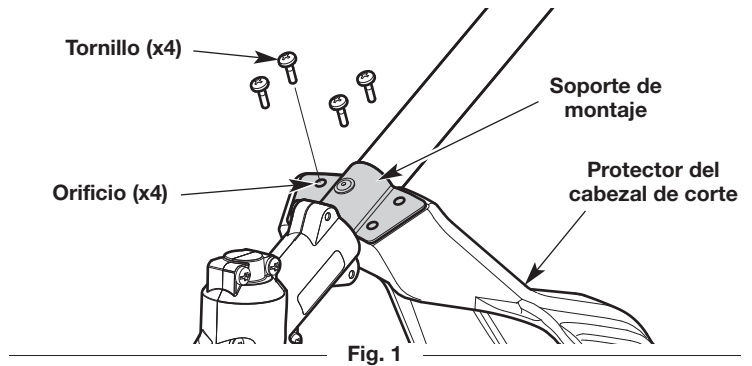

Fig. 1
1. Ubique el protector del cabezal de corte bajo el soporte de montaje (Fig. 1). Se deben alinear los orificios del protector del cabezal de corte con los orificios del soporte de montaje. (Fig. 1)
2. Inserte los tornillos (x4) en los orificios alineados (Fig. 1). Ajuste los tornillos con la mano hasta que estén bien apretados.